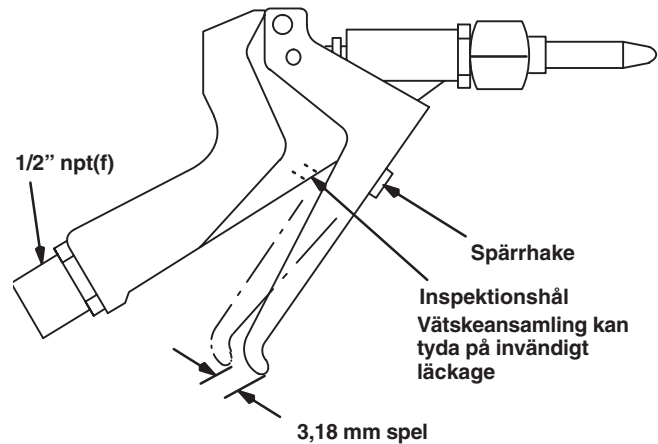

Fig. 1
*Frigör säkerhetsspärren* genom att trycka in spärrhaken när avtryckaren trycks in. Se Fig. 1.
**OBSERVERA:** Kontrollera regelbundet via inspektionshålet i pistolhandtaget att vätska inte har ansamlats, vilket kan tyda på invändigt läckage. Se Fig. 1. Gör service på ventilnål och tätning vid behov.
1. Tryck in avtryckaren. Ta bort ventilsätet (2). Låt fjädern (8) trycka nålen (3) framåt och lossa sedan muttern (4).
2. Ta bort avtryckarsprinten (24), vrid därefter justermuttern (21) utåt ett par varv.
3. Sätt ihop pistolen igen och kontrollera avtryckarens spel. Det bör vara drygt 3,18 mm. Se Fig. 1.